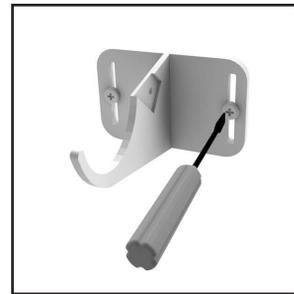

fig. 6
6. Antes de posicionar el emisor colocamos la pieza de seguridad en el emisor tal y como se ve en la figura 5, y la fijamos con el tornillo que se suministra. Una vez colocada la pieza de seguridad, colocamos el emisor en el soporte mural solo es necesario atornillar la pieza de seguridad a la pared para fijar definitivamente el aparato (fig. 6)